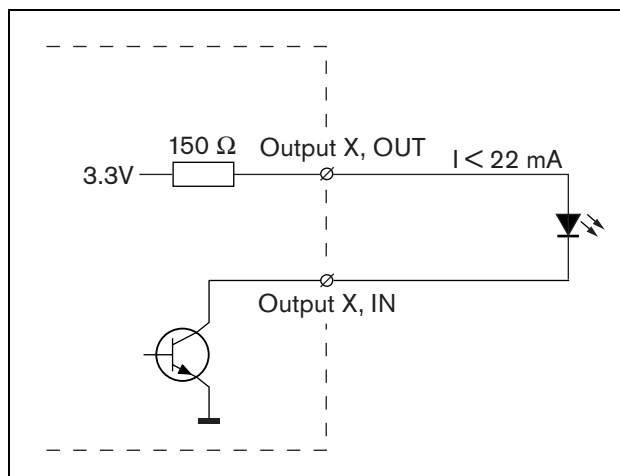

figura 14.4: LED ad alimentazione interna
- Spia o LED ad alimentazione interna. Per un diagramma di connessione, vedere figura 14.4.